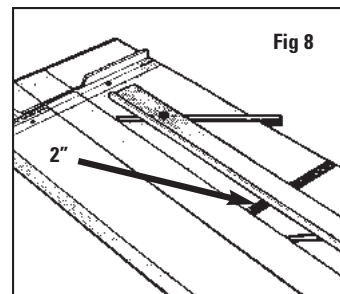

Fig 8
1. Verrouillez le rail parallèle au niveau du repère de 2 pouces (5,08 cm) sur l'échelle (Fig. 8).
1. Trobe la Guía de la Lámina Perimétrica en la marca de 2" en la escala. Fig. 8
1. Stellen Sie die Passepartoutführung an der 5 cm-Markierung der Skala fest. Abb. 8
1. Bloccare la guida del passepartout sul segno 2" sul righello. Fig. 8